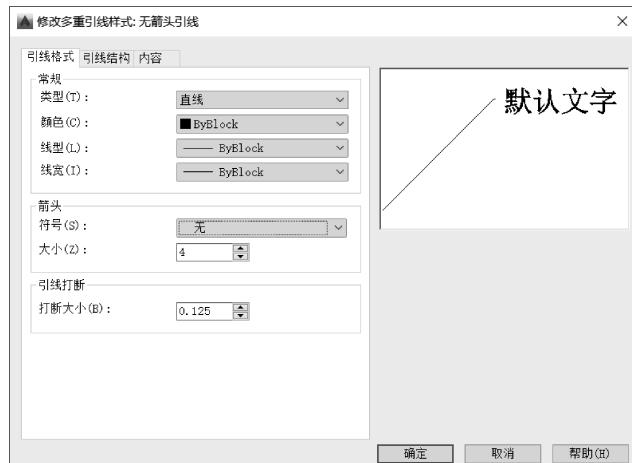

图 9-68 “多重指引”标注示例
- 2) 单击“新建”按钮，打开“创建新多重引线样式”对话框，在“新样式名”文本框中输入“无箭头指引线”样式名，单击“继续”按钮，打开“修改多重引线样式”对话框，如图 9-68 所示，在“箭头”选项组的“符号”下拉列表框中选择“无”。